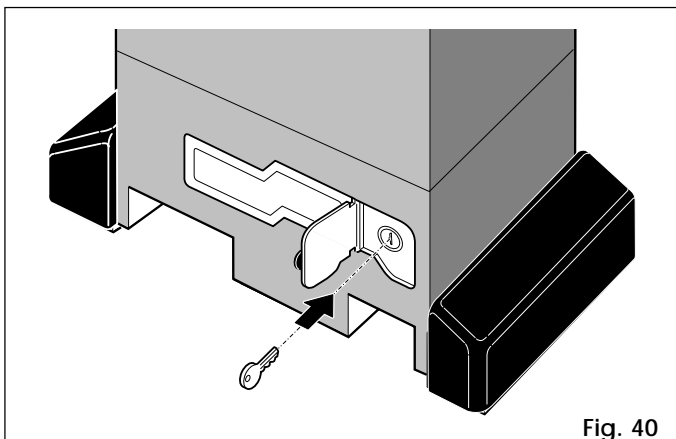

Fig. 40
- 1) Aprire lo sportellino di protezione ed inserire l'apposita chiave in dotazione nella serratura (Fig.40).